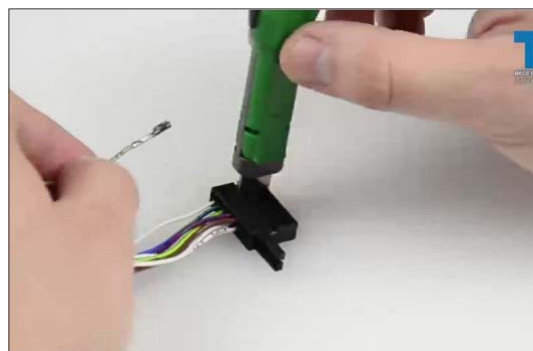

图 11
- 显示专用工具和工作步骤的“演示视频”的摘录，请参见 → 图 11。